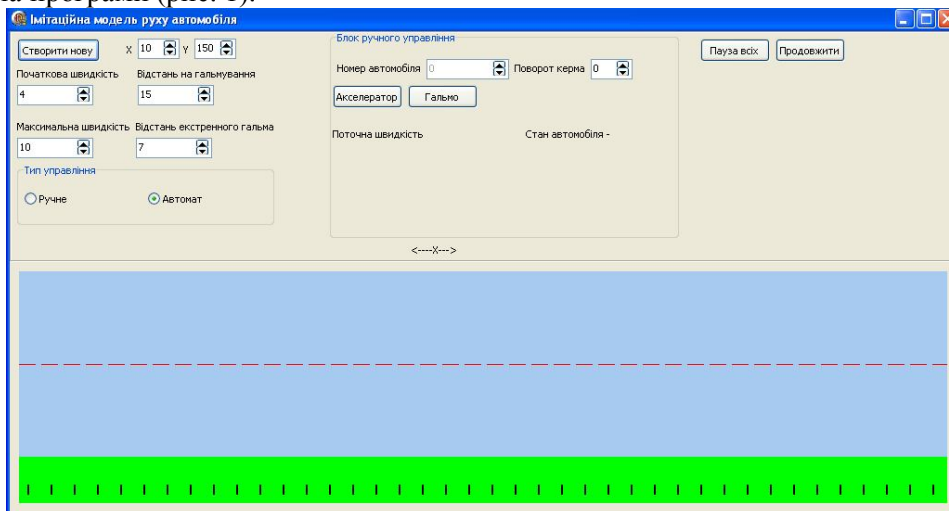

Рис. 1. Головне вікно програми.
**Користувацький інтерфейс.** Управління середовищем моделювання здійснюється з головного вікна програми (рис. 1).